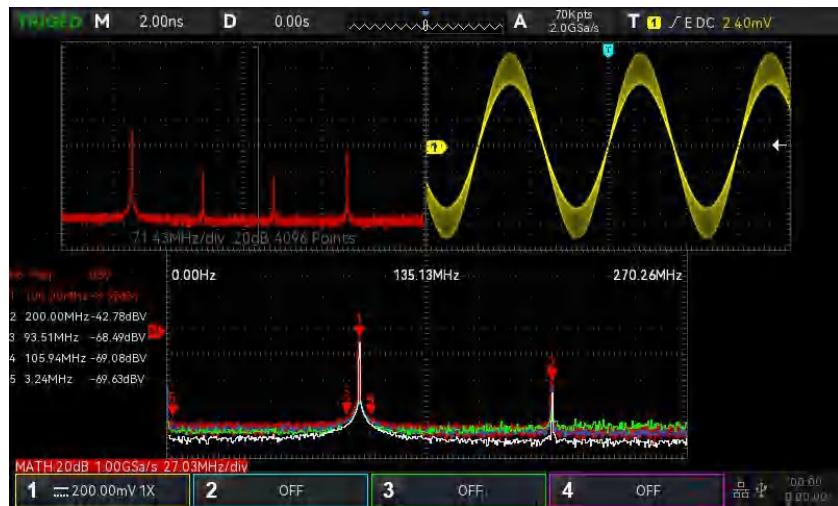

图 17-1
- a. 分屏：将信源波形和 FFT 频谱波形分窗口显示，同时对频谱进行扩展显示，如下图 17-1 所示。